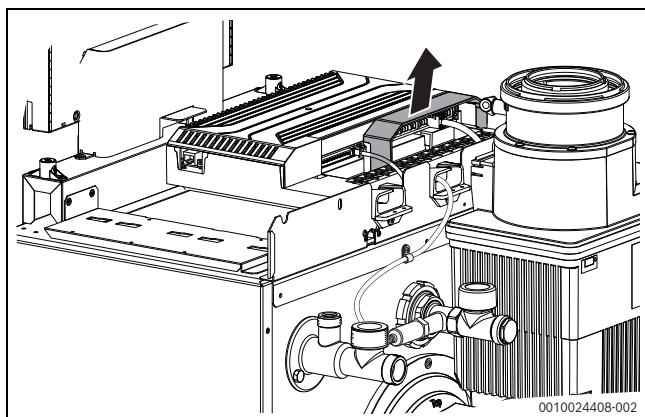

Bild 33 Schutzabdeckung der Anschlüsse
- ▶ Gegebenenfalls Schutzabdeckung abnehmen (→ Bild 33).